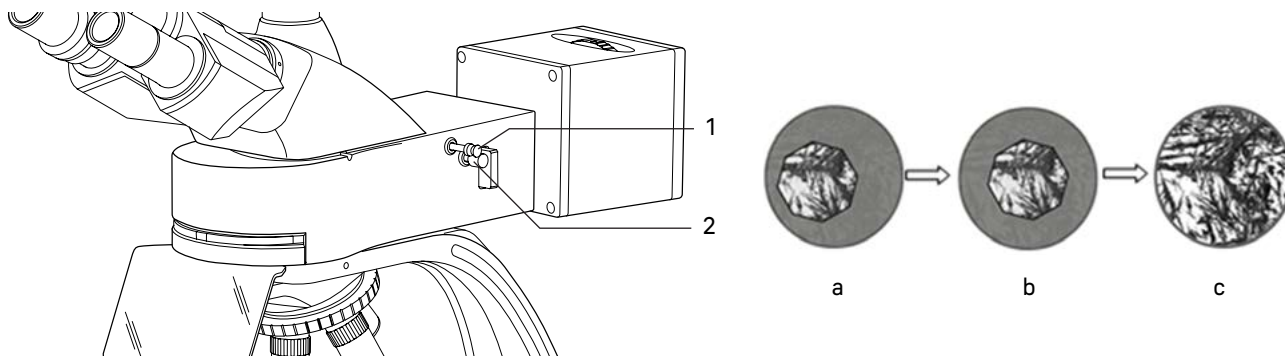

Рис. 16. Центрировка полевой диафрагмы осветителя отраженного света
- Если светлое пятно не в центре поля зрения, как показано на рис. 16а, необходимо отцентрировать диафрагму. При помощи двух центрировочных винтов **1**, расположенных по обеим сторонам насадки, центр диафрагмы совмещается с центром поля зрения, как показано на рис. 16б.
- Раскройте полевую диафрагму до размера поля зрения, как показано на рис. 16с.